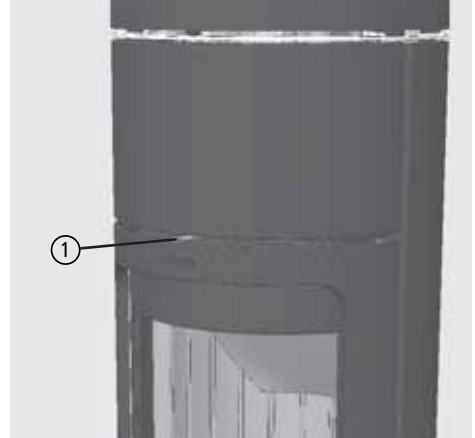

Abb. 4.16 NOVIA W, Umlenkschieber, Bedienhebel
Die Bedienung des Umlenkschiebers erfolgt über den Bedienhebel ① mittig über der Feuertür (siehe Abb. 4.16).